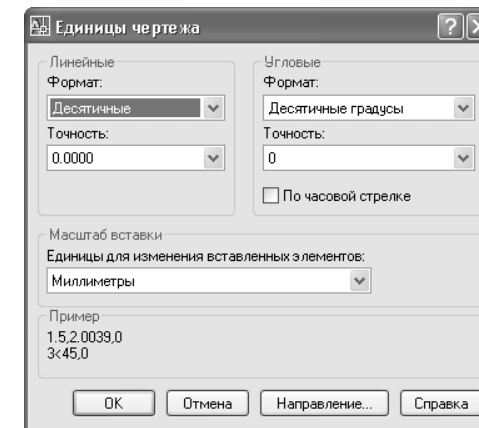

Рис. 3.1  $\blacktriangledown$  Диалоговое окно **Единицы чертежа** (Drawing Units)
2. Выберите из меню команду **Формат**  $\Rightarrow$  **Единицы** (Format  $\Rightarrow$  Units) либо введите в командном окне команду **Единицы** (UNITS) или просто **ед** (UN). В открывшемся диалоговом окне **Единицы чертежа** (Drawing Units) (рис. 3.1) убедитесь в том, что в списке **Формат** (Type) группы **Линейные** (Length) выбран пункт **Десятичные** (Decimal), а в списке **Формат** (Type) группы **Угловые** (Angle) – пункт **Десятичные градусы** (Decimal Degrees).